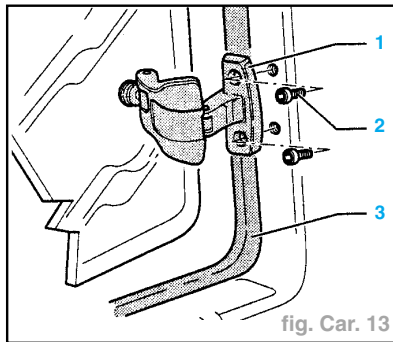

fig. Car. 13
- Dévisser les vis (2) (2 unités) (fig. Car. 13).
- Faire basculer le verrouillage de glace (1) vers le haut et le visser sur le montant C avec les vis (2) (fig. Car. 13).